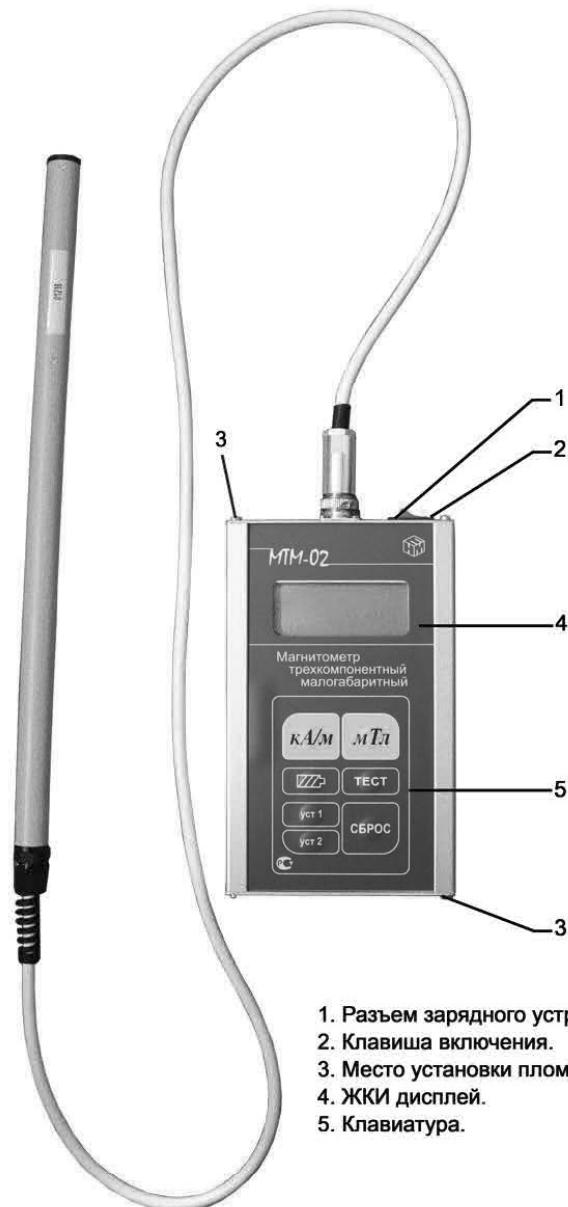

Рисунок 1. Внешний вид измерителя.
1.4.1. Измеритель выполнен в виде портативного прибора с автономным питанием. Конструктивно измеритель состоит из преобразователя напряженности магнитного поля, блока управления и индикации и сетевого блока питания (рис. 1).
1.4.3. Блок управления и индикации имеет встроенный микропроцессор и размещен в корпусе из алюминиевых сплавов, на котором расположены элементы управления и индикации (см. рисунок 1).
На лицевой панели блока управления и индикации установлены (см. рис. 1):
Выбор режима работы измерителя осуществляется путем нажатия одной из кнопок на лицевой панели (рисунок 1). Остановка соответствующего режима работы осуществляется при вторичном нажатии данной кнопки.
3.2.3. В случае разряда аккумуляторной батареи при уменьшении напряжения питания до значения 7,0 В и менее, следует прекратить работу и подключить измеритель к зарядному устройству, в качестве которого используется блок питания БП-ЕИ220/12. Установить вилку блока питания в розетку сети переменного тока с напряжением 220 В и частотой 50 Гц, включить в разъем 5 (рисунок 1) шнур блока питания. При этом независимо от положения переключателя ПИТАНИЕ происходит зарядка аккумулятора. Рекомендуется заряжать батарею включив измеритель в режиме контроля напряжения аккумуляторов. Во избежание выхода из строя или ухудшения характеристик НЕ ДОПУСКАЕТСЯ длительная зарядка аккумуляторной батареи свыше 5 ч. Контроль напряжения на аккумуляторной батарее осуществляется согласно п.3.2.2. при отключенном блоке питания.